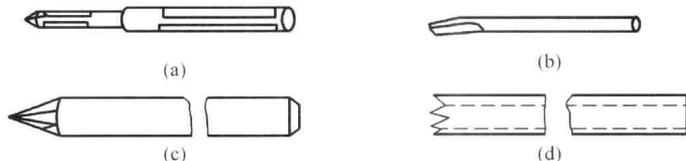

图 1-15 手工凿孔工具
常用的手工凿孔工具如图 1-15 所示。
(1) 壁冲。壁冲是一种用来凿打混凝土结构建筑物木樁孔的工具。壁冲柄是壁冲中心的附件，壁冲需配上冲柄才能使用，其外形如图 1-15 (a) 所示。
(2) 平口钢凿。平口钢凿又称阔凿，如图 1-15 (b) 所示，分长短两种，凿柄长度大于 300mm 的为长平口凿，小于 300mm 的为短平口凿。凿口宽度一般在 16~25mm 之间，按需选用。
(3) 尖头钢凿。尖头钢凿简称尖头凿，如图 1-15 (c) 所示。尖头钢凿也分长短两种，规格划分与平口凿相同，通常用来凿打混凝土结构建筑面上的各种安装孔穴。
(4) 钢管凿。钢管凿是用镀锌钢管自行加工的电工专用工具，用来凿打砖墙上的线管安装孔，其外形如图 1-15 (d) 所示，长度一般在 300~500mm 之间，凿口被加工成锯齿状，凿的直径通常在 25~42mm 之间，随需选用。